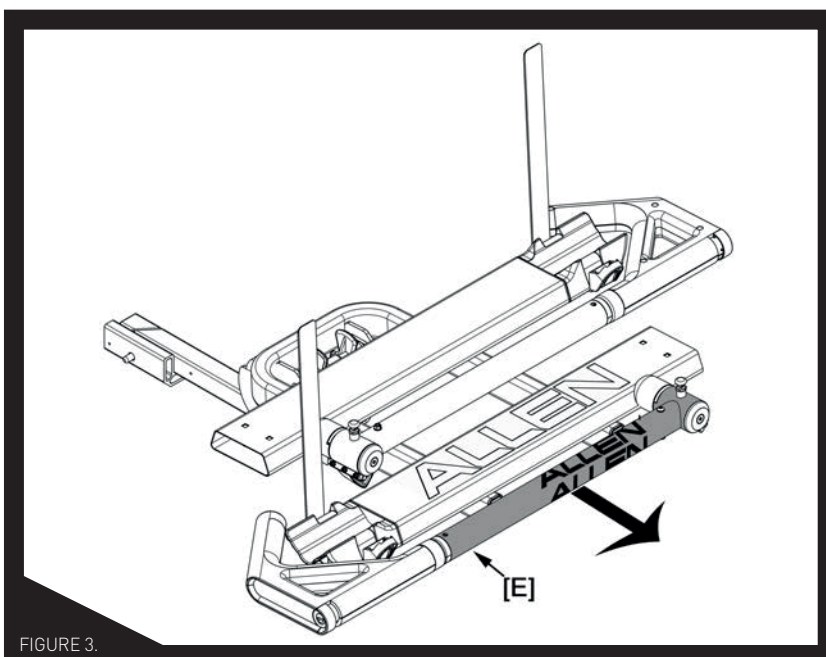

FIGURE 3.
**IMPORTANT !** Comme le montre la figure 3, le support de vélo doit être installé avec le bras de longeron **[E]** vers l'extrémité ouverte du support en U
2. Faites pivoter le bras de la bicyclette jusqu'à ce que le crochet repose à 2,5 cm (1 po) ou moins des freins ou de la fourche avant (voir Fig 3)